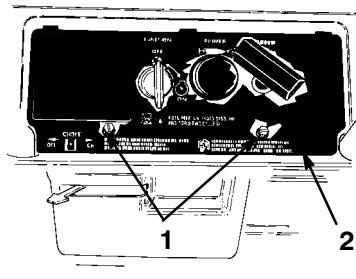

Figure 12
3. Enlevez les deux vis qui fixent le panneau de commande au carter (Fig. 12).
1. Enlevez les deux vis qui fixent le panneau de commande au carter (Fig. 12).